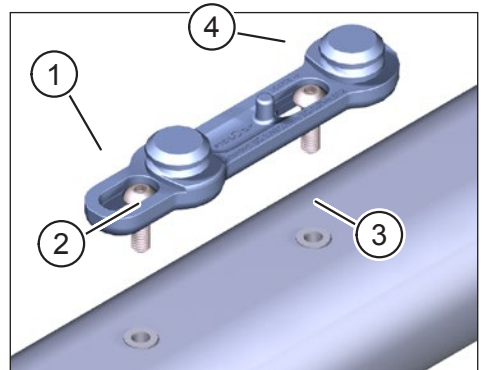

Abb. 1: Befestigen Sie die FIDLOCK® Bike Base am E-Bike
- ▶ Befestigen Sie die FIDLOCK® Bike Base (Pos. 1 in Abb. 1) mit den beiden Flachkopfschrauben (Pos. 2 in Abb. 1) in den dafür vorgesehenen Gewinden (Pos. 3 in Abb. 1, beachten Sie die Angaben des Fahrradherstellers) im Inneren des E-Bike-Rahmens.